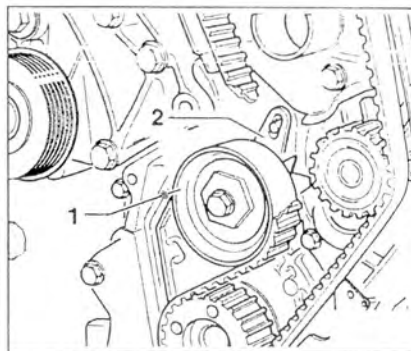

Рис. 3.26. Установите натяжной ролик 1 так, чтобы ушко 2 установилось на пальце на нижнем защитном кожухе.
20. Установите натяжной ролик 1 так, чтобы ушко 2 установилось на пальце на нижнем защитном кожухе (рис. 3.26).